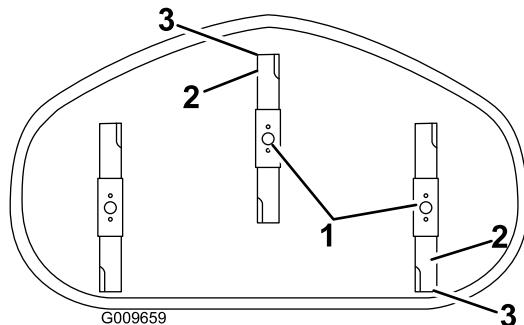

Figura 56
4. Gire cuidadosamente las cuchillas colocándolas en el sentido de avance de la máquina (Figura 56).
5. Mida entre la punta de la cuchilla delantera y la superficie plana y entre la punta de la cuchilla trasera y la superficie plana (Figura 56). Si la punta de la cuchilla delantera no está entre 1.6-7.9 mm (1/16-5/16 pulgada) más baja que la punta de la cuchilla trasera, ajuste la contratuerca delantera.
8. Compruebe la inclinación longitudinal de nuevo después del ajuste. Siga ajustando la tuerca hasta que la punta de la cuchilla más avanzada esté entre 1.6-7.9 mm (1/16-5/16 pulgada) más baja que la punta de la cuchilla más atrasada (Figura 56).